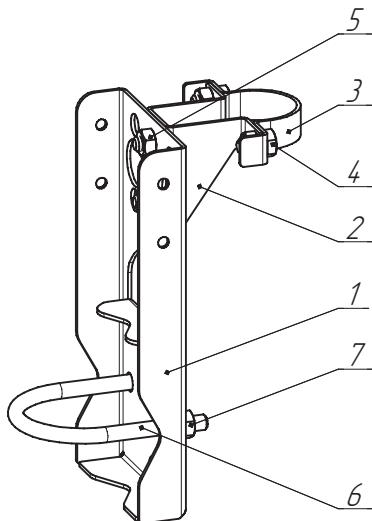

Рисунок 42. Кронштейн горизонтальный из стали в комплекте с КМЧ исп. 1
КМЧ для кронштейна горизонт. исп. 1, сталь (A) (Рисунок 42)